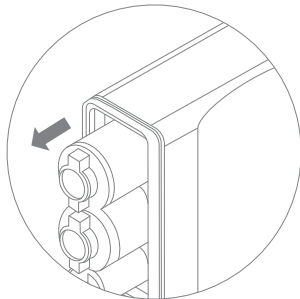

Рис. 12
5. Извлеките картриджи I, II и III ступени фильтрации из фильтра (рис. 12).